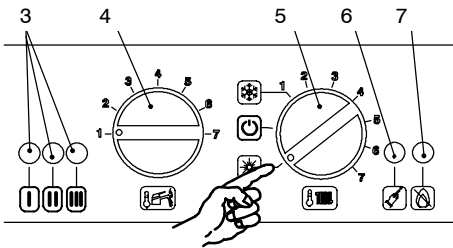
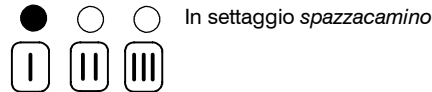
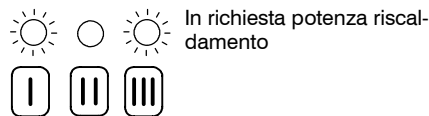

fig. 9.8
fig. 9.9
fig. 9.10
- 1 Alimentate elettricamente la caldaia azionando l'interruttore bipolare previsto nella installazione; la lampada di segnalazione 3 in fig. 9.8 lampeggia ogni 4 secondi.
- 2 Posizionare il selettore 5 come indicato in fig. 9.8; la lampada di segnalazione 3 lampeggia ad intermittenza circa ogni 2 secondi.
- 5 Tenere premuto il pulsante di ripristino 6 in fig. 9.8 per circa 10 secondi, la lampada di blocco 7 in fig. 9.8 inizierà a lampeggiare.
- 6 Per settare la funzione *spazzacamino* le spie di segnalazione 3 in fig. 9.8 devono essere visualizzate come in fig. 9.9 (leggenda spie fig. 9.6)
- 7 Ripremere il pulsante di ripristino 6 in fig. 9.8 per circa 5 secondi, la lampada di blocco 7 in fig. 9.8 si spegne, mentre le spie di segnalazione 3 in fig. 9.8 lampeggiano in maniera richiesta potenza riscaldamento fig. 9.10